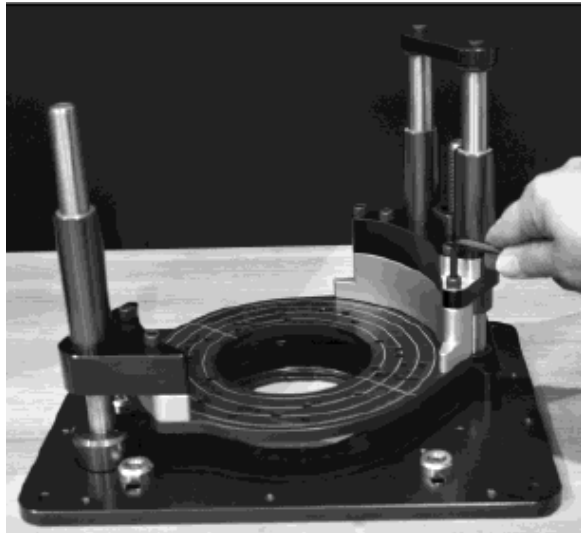

Abbildung 2
1. Entfernen Sie die fünf 38mm (1-1/2 inch) langen und die eine 25mm (1 inch) lange Inbusschrauben aus den Halteblöcken (s. **Abb. 2** und **3**).